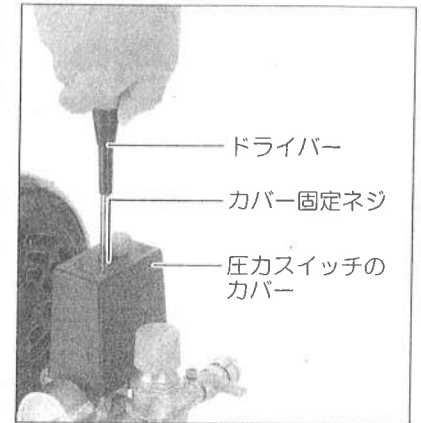

図9
- 圧カスイッチカバー上面の穴の中にネジが付いていますので、ゆるめてカバーを上を引きますとカバーはとれます。（図9参照）